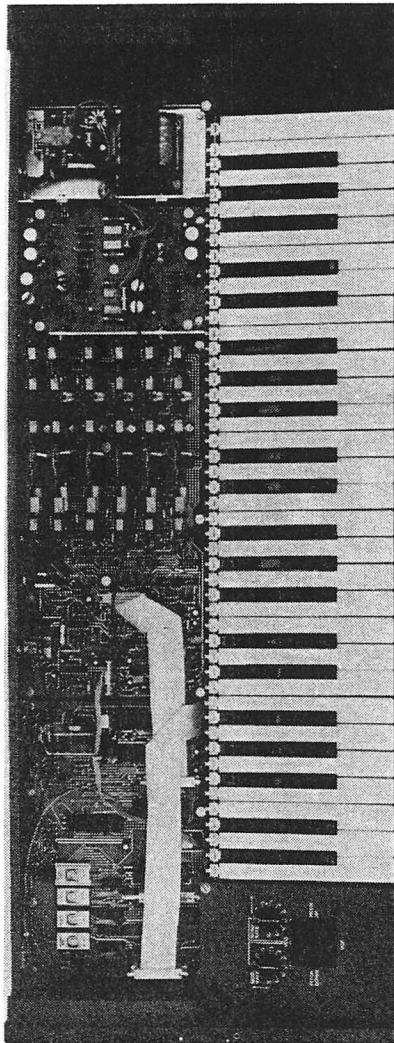

Bild 1 Darstellung Gerät geöffnet
- Bild 1 Darstellung Gerät geöffnet